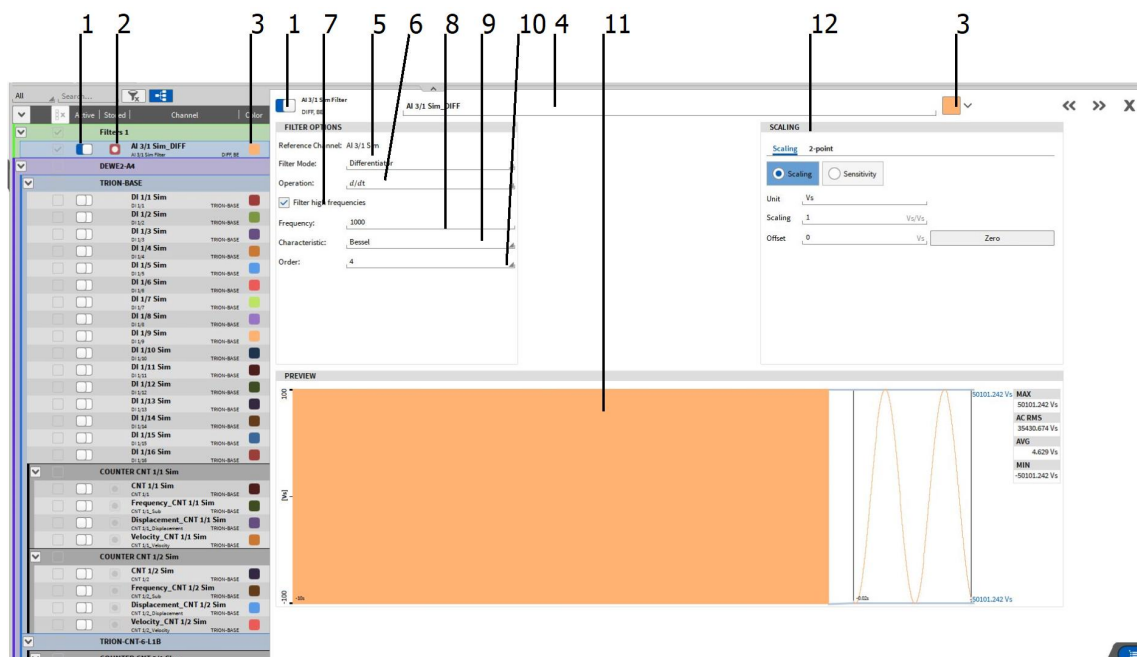

Abb. 7.95: Filterkanaleinstellungen – Übersicht
- Durch Drücken von Enter, werden die Filterkanäle in der Kanalliste erstellt. Die definierten Kanalparameter können auch im Nachhinein in den Kanaleinstellungen geändert werden (siehe A Abb. 7.95).